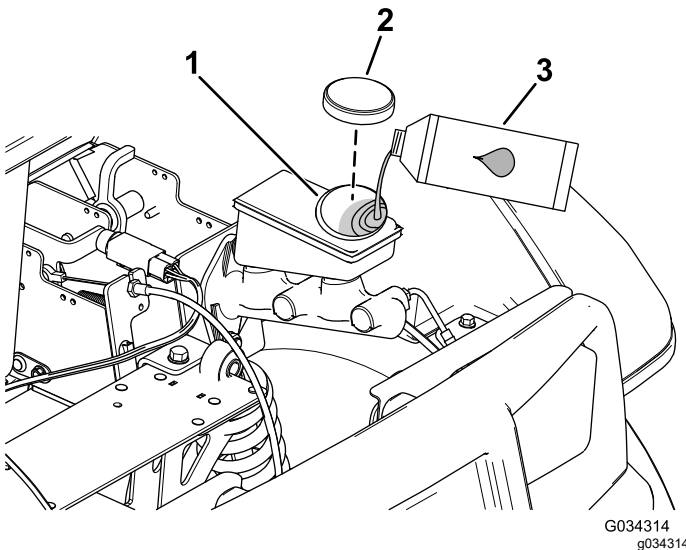

Figura 63
4. Sollevate il cofano per avere accesso al cilindro del freno principale e al serbatoio (Figura 63).
- A. Pulite l'area intorno al tappo del serbatoio e togliete il tappo (Figura 63).
- C. Montate il tappo sul serbatoio (Figura 63).